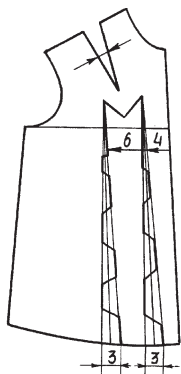

Рис. 163. Нанесение фасонных линий на основную выкройку переда платья
*Перед.* На основную выкройку платья нанесите линии фасона (рис. 163).